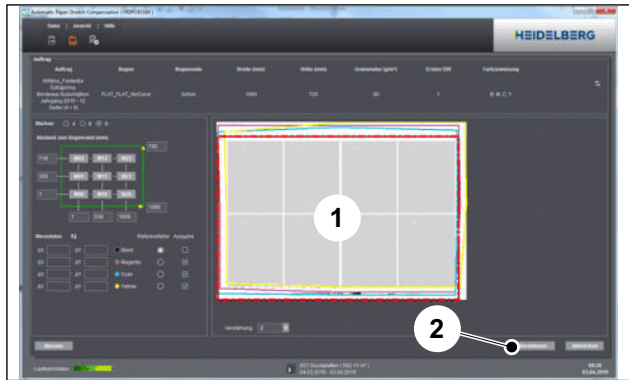

Abb. 21 Anzeige der Papierdehnung
Die Papierdehnung wird berechnet und im Bereich (Abb. 21/1) angezeigt.
16. Übernehmen Sie die Berechnung mit der Taste *Übernehmen* (Abb. 21/2).